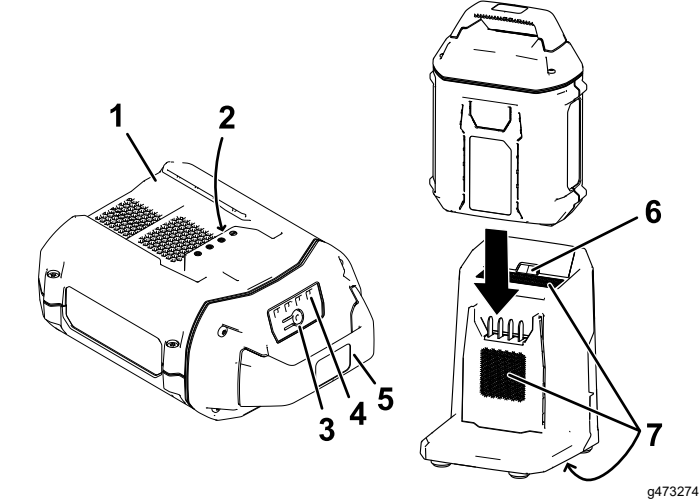

Figure 20
2. Placez le creux de la batterie (Figure 20) devant la languette du chargeur.
3. Insérez la batterie dans le chargeur jusqu'à ce qu'elle soit complètement enclenchée (Figure 20).